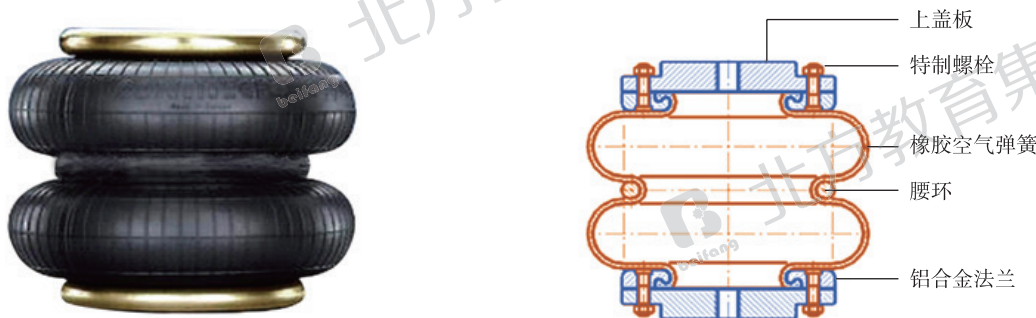

图 8 囊式空气弹簧结构图
(1) 气囊外展由耐油橡胶制成单节或多节，节数越多弹簧越软，节与节之间围有钢质腰环，防止两节之间摩擦，气囊上下盖板将空气封于室内，如图 8 所示。